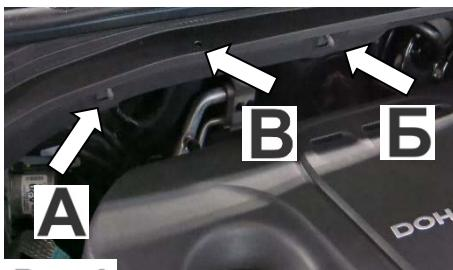

Рис.1
1. Скрутить пистоны **A** и **B** со шпилек, извлечь пистон **B**, (Рис.1).